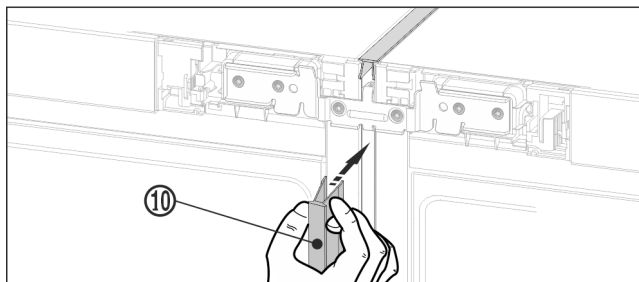

Fig. 21
- ▶ Suruge esiküljel pikk katteliist Fig. 21 (10) vertikaalsesse pilusse. Pöörake tähelepanu sellele, et liist toetub ühendusplekile.